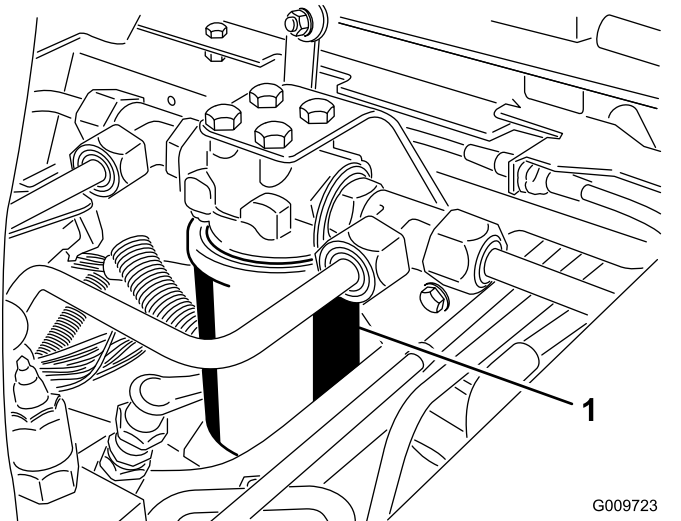
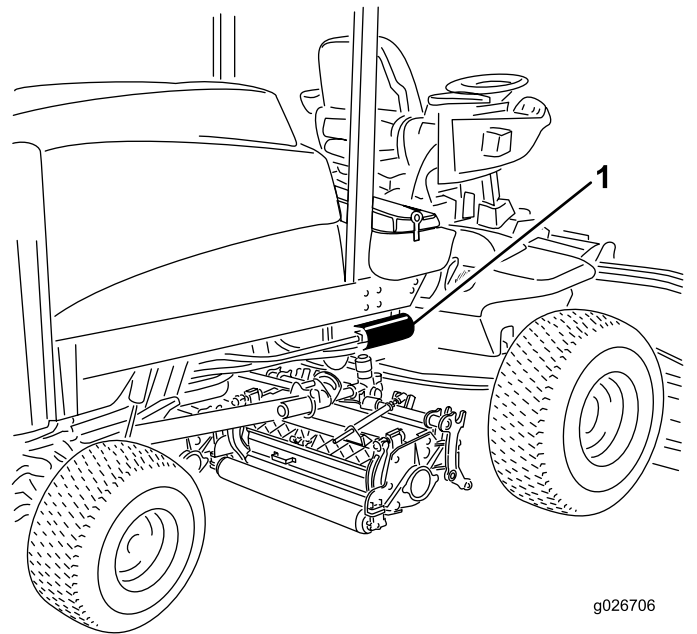

Figura 78
Figura 79
3. Coloque un recipiente debajo del filtro y retire el filtro (**Figura 78** y **Figura 79**).